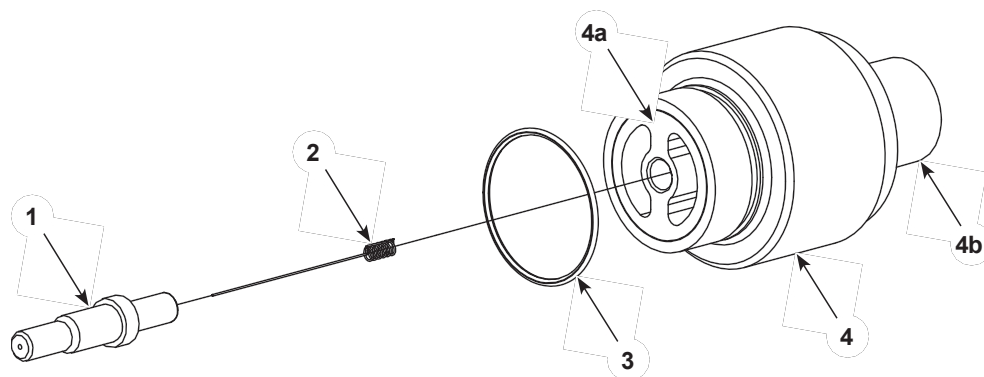

Figura 7-5 Ansamblu suport electrod XD
**Detalii privind suportul electrodului XD:** (A se vedea figura 7-5)
- Suportul electrodului (4) conține o rezistență. Dacă rezistorul cedează, întregul ansamblu trebuie să fie înlocuit.
- Suportul pentru electrod (1) și electrodul (2) se vând separat. Duzele de pulverizare conice și plate/în colț utilizează suporturi de electrod diferite.
1. Deșurubați suportul electrodului (1) și scoateți electrodul (2).